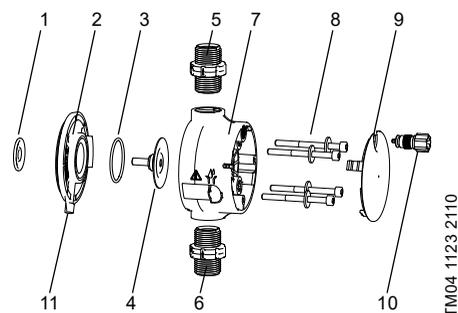

Fig. 41 Sustitución de la membrana y las válvulas
<p>Compruebe si la abertura de drenaje presenta fugas de líquido (fig. 41, pos. 11) y si está obstruida o sucia. Si es así, siga las instrucciones descritas en la sección <a href="#">7.6 Rotura de la membrana</a>.</p>
Esta sección hace referencia a la fig. 41.
Si la membrana presenta fugas o se rompe, el líquido dosificado puede escapar a través de la abertura de drenaje (fig. 41, pos. 11), situada en el cabezal dosificador.
En caso de rotura de la membrana, la membrana de seguridad (fig. 41, pos. 1) protegerá la carcasa de la bomba frente a la penetración del líquido dosificado.
La dosificación de líquidos susceptibles de cristalizarse puede dar lugar a la obstrucción de la abertura de drenaje por cristalización. Si la bomba no se detiene inmediatamente, puede acumularse presión entre la membrana (fig. 41, pos. 4) y la membrana de seguridad de la brida (fig. 41, pos. 2). La presión puede empujar el líquido dosificado a través de la membrana de seguridad y hacer que penetre en la carcasa de la bomba.